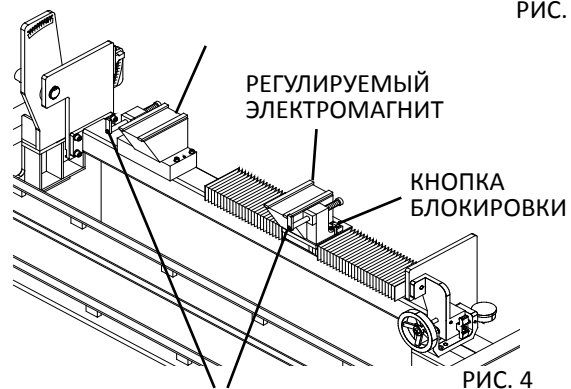

РИС. 4
**ЗАКРЕПЛЕННАЯ ЭЛЕКТРОМАГНИТНАЯ ОПОРА (РИС. 4)**
**РЕГУЛИРУЕМАЯ ЭЛЕКТРОМАГНИТНАЯ ОПОРА (РИС. 4)**
**ВЫРАВНИВАЮЩИЙ УПОР ДЛЯ НЕПОДВИЖНОГО НОЖА (РИС. 4)**